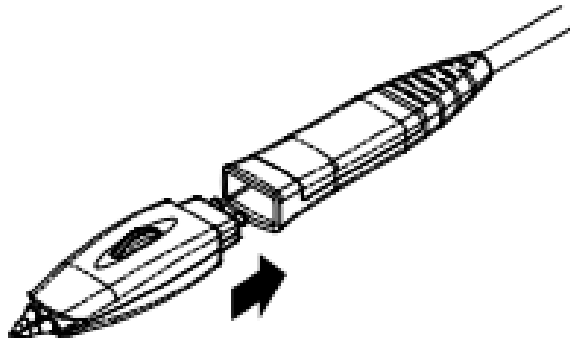

图 7.4 连接探头前端与有源探头放大器
1. 将探头前端与有源探头放大器连接，如 图 7.4 所示。